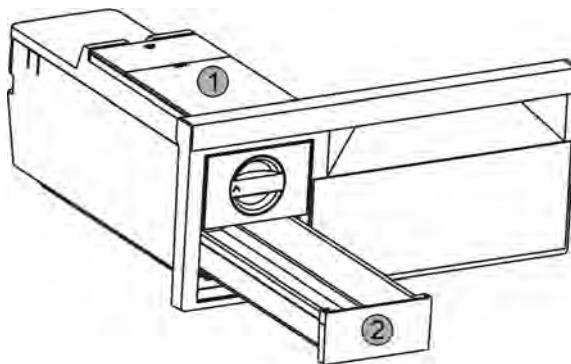

Fig. 66
- Извлечь бак для воды Fig. 66 (1) и выдвижной ящик для производства кубиков льда Fig. 66 (2).